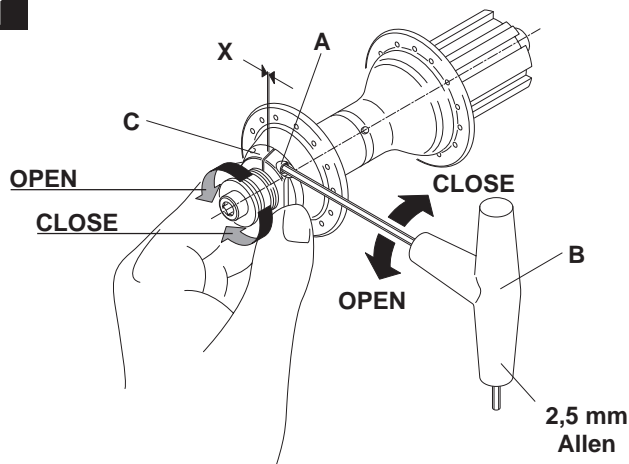

Fig. 3
• Svitare di circa 3 giri la vite (A) inserendovi a fondo la chiave a brugola da 2,5 mm (per **Record e Chorus**) o per mezzo di un cacciavite a croce Phillips (per **Daytona**).
- Per ridurre il gioco del perno avvitate la ghiera (C) ruotandola in senso orario con la mano o con una chiave da 21 mm (Fig. 3 - Pag. 14).
- Fully insert the 2.5 mm Allen wrench into screw (A)(for **Record** and **Chorus**) or use a Phillips type screwdriver (for **Daytona**) and loosen it by about three (3) turns.
- To reduce axle play, tighten locking (C) by turning it clockwise by hand or with a 21 mm wrench (Fig. 3 - Pag. 14).
- Bei **Record** und **Chorus** den 2,5 mm Inbusschlüssel und bei **Daytona** den Phillips Schraubenzieher tief in die Schraube einführen (A) und diese mit circa 3 Umdrehungen lockern.
- Um das Spiel der Achse zu verringern die Buchse (C) anziehen. Dazu die Buchse im Uhrzeigersinn mit der Hand oder mit einem 21 mm Schlüssel drehen (Abb. 3 - S. 14).
- Introduisez à fond la clé à Allen de 2,5 mm (pour *Record* et *Chorus*) ou le tournevis croix (pour *Daytona*) dans la vis (A) et desserrez celle-ci d'environ 3 tours.
- Pour réduire le jeu de l'axe, vissez la bague (C) en la tournant dans le sens des aiguilles d'une montre avec la main ou avec une clé de 21 mm (Fig. 3).
- Introducir la llave allen de 2,5 mm en el tornillo (A) (para *Record* y *Chorus*) o el destornillador a cruz (para *Daytona*) y aflojarlo unos 3 giros.
- Para reducir el juego del eje, enroscar la virola (C) girándola en el sentido de las agujas del reloj con la mano o con una llave de 21 mm (Fig. 3).
- Plaats de 2.5 mm imbussleutel in bout (A) (voor *Record* en *Chorus*) en een kruisschroevendraaier (voor *Daytona*) en draai hem vast door middel van ongeveer 3 slagen.
- Om speling op de as weg te nemen: draai borgmoer (C) vast in de richting van de klok met de hand of met 21 mm sleutel (Fig. 3).